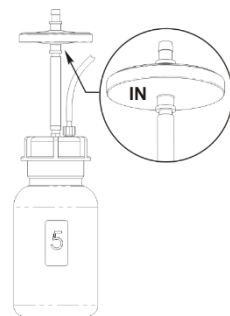

Рисунок 11. Установка фильтра
- 9.6. Замена гидрофобного фильтра (рис. 11).
Внимание! Соблюдайте расположение фильтра согласно рис. 11. Обозначение **IN** должно быть расположено на стороне входной трубки (ближе к бутылке-ловушке).